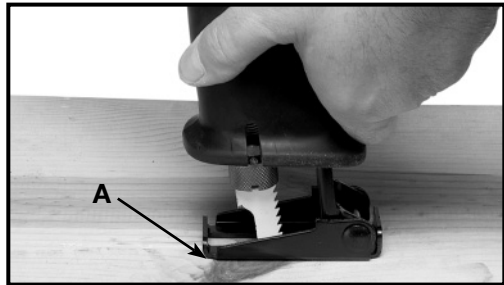

Fig. 8
La semelle (A) Fig. 8, sert de support durant la coupe. Elle pivote de sorte que la scie peut être levée progressivement à une position perpendiculaire par rapport à l'ouvrage alors que la scie est déplacée vers l'opérateur.